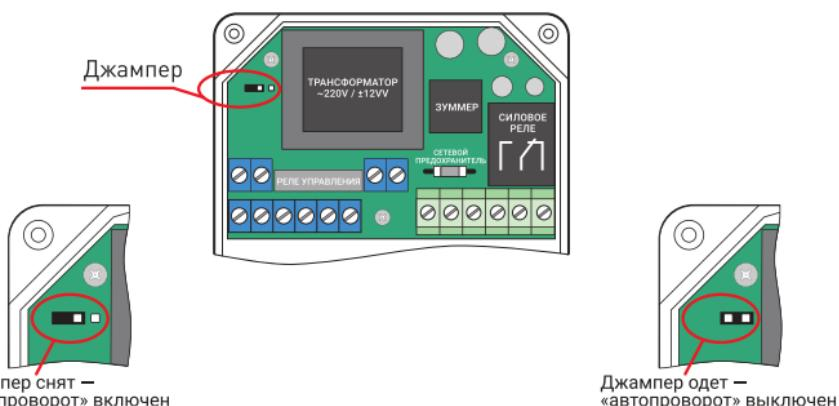

Рис. 1 Схема установки и снятия джампера (перемычки).
3.2 Внутри корпуса модуля управления на печатной плате находится штыревой разъем (см. рис. 1). С помощью перемычки (джампера) можно изменять функционал данного модуля управления.
3.2.1 Если джампер снят (см. рис. 1), то алгоритм работы модуля управления, следующий:
3.2.2 Если джампер установлен (см. рис. 1), то алгоритм работы модуля управления, следующий:
4.6 В зависимости от требуемого режима работы блока управления снимите или оденьте джампер (рис.1) для включения или выключения функции «автоповорот».